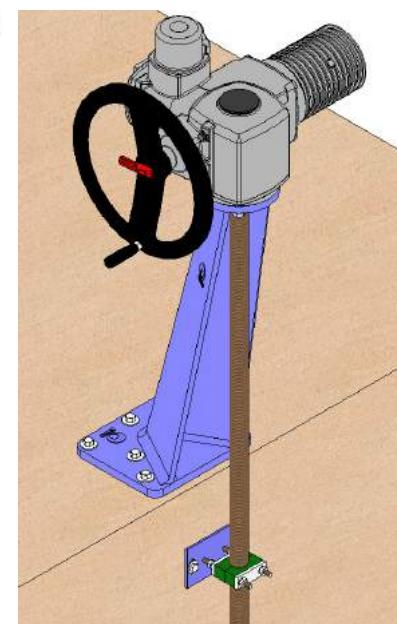

fig. 10
- Posibilidad de columna inclinada (fig. 10).